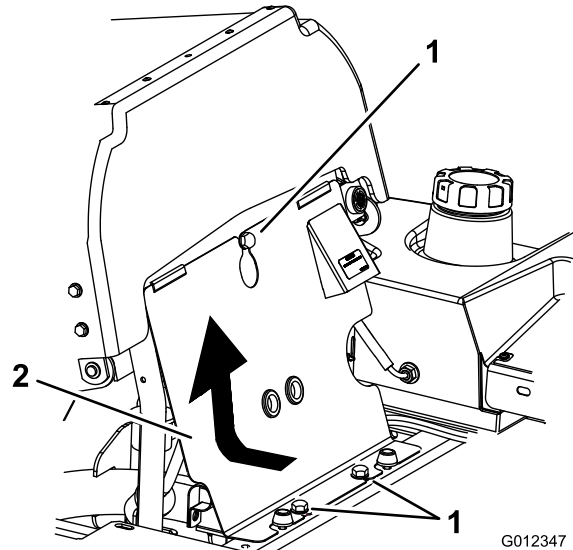

Bild 63
3. Kippen Sie den Sitz nach vorne, lösen Sie die Schrauben und entfernen Sie die vordere Motorverkleidung (Bild 63).